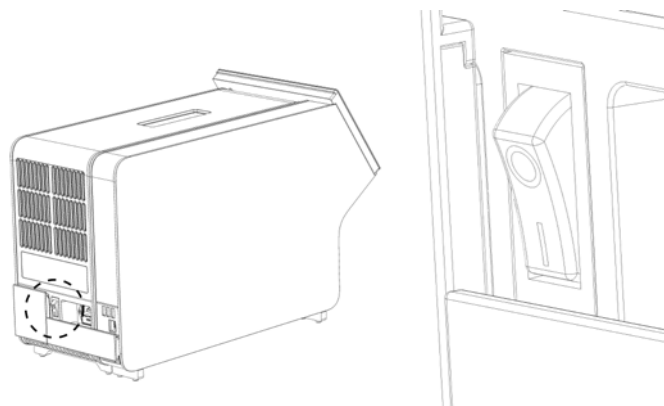

図 21. 電源スイッチの場所を探し、「I」の位置に設定。
10. 分析モジュールの背面の電源スイッチを「I」の位置に押して、本機器の電源をオンにします (図 21、次のページ)。分析モジュールと操作モジュールのステータスインジケータがブルーであることを確認します。